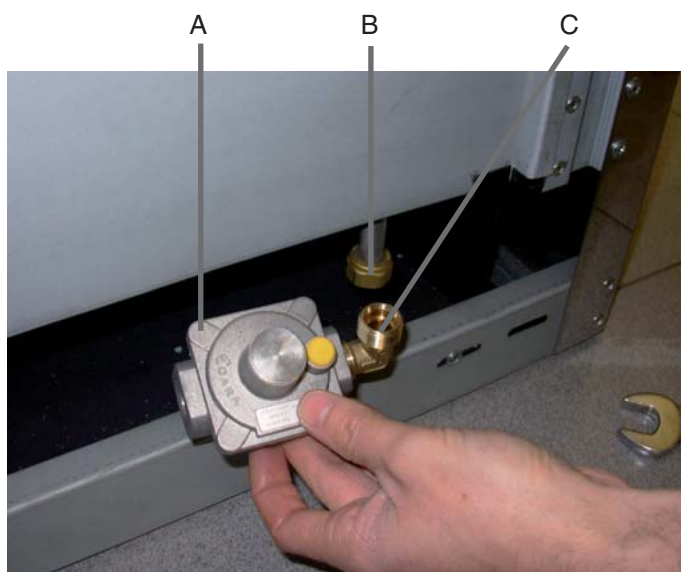
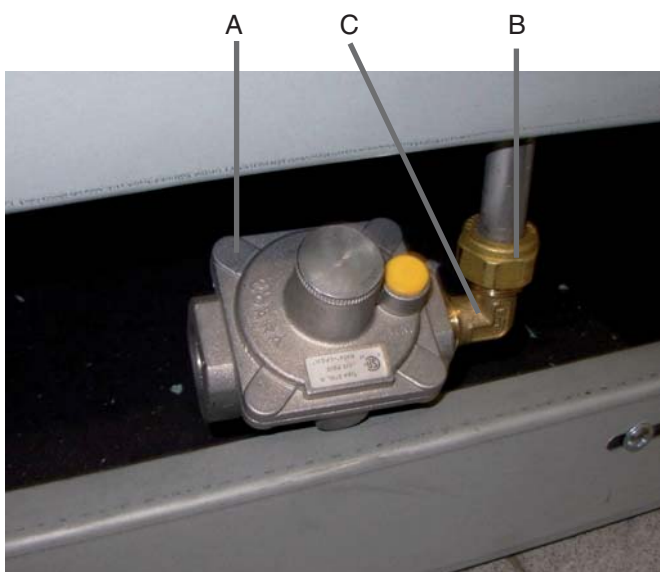

Fig.2a
Fig.2b
- Comme illustré dans la **Figure 2a**, dévisser la pièce B de la pièce C. Visser la pièce B dans la pièce A (**Fig. 2a**). Utiliser un joint approprié pour ce raccord. Comme illustré dans la **Figure 2B**, visser les pièces A+B dans la pièce C.